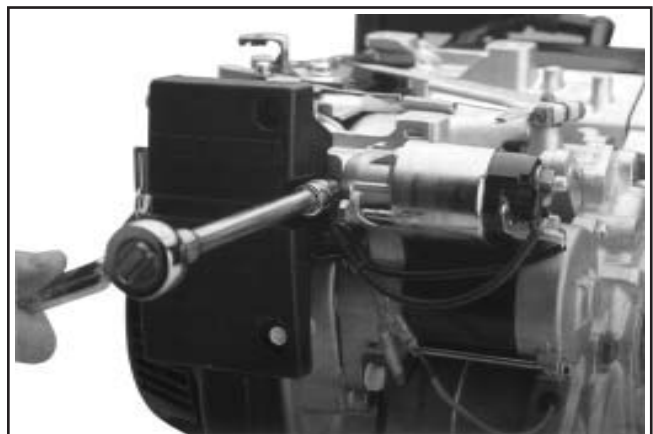

Figure 9-28. Retirer les vis du panneau de commande.
3. Retirer les deux vis fixant le panneau de commande et le support de fixation pour les composants électriques. Voir la figure 9-28.